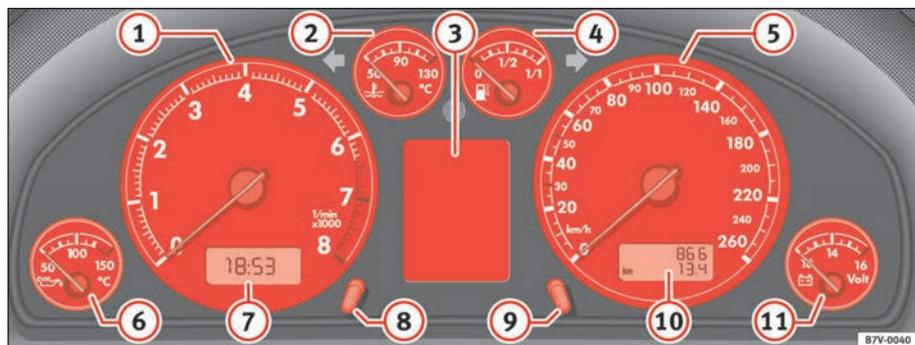

Fig. 44 Dettaglio della plancia portastrumenti: quadro strumenti
Ciò significa che se la lancetta si trova per esempio sul 2, il motore compie 2000 giri al minuto ⇒ pag. 68, fig. 44 ①.
- Ruotando il pomello ⇒ pag. 68, fig. 44 ⑧ in senso antiorario, l'orologio va avanti di un'ora oppure
Il contachilometri ubicato in alto ⇒ pag. 68, fig. 44 ⑩ riporta il computo dei chilometri percorsi in totale.
Quello che si trova sulla parte inferiore è il contachilometri parziale. L'ultima cifra del contachilometri parziale rappresenta le centinaia di metri. Per azzerare il contachilometri parziale si deve premere sul pomello ⇒ pag. 68, fig. 44 ⑨. ■
Il voltmetro ⇒ pag. 68, fig. 44  indica la tensione dell'impianto elettrico di bordo. Il valore normale è compreso tra 12 e 15 Volt. Se a motore acceso la tensione scendesse al di sotto dei 12 volt si deve far controllare gli alimentatori di tensione (batteria e alternatore) in officina.
Il tipo di intervento di manutenzione necessario appare indicato o sul display del contachilometri ⇒ pag. 68, fig. 44  ovvero sul display ⁷⁾ del quadro strumenti ⇒ pag. 68, fig. 44 .